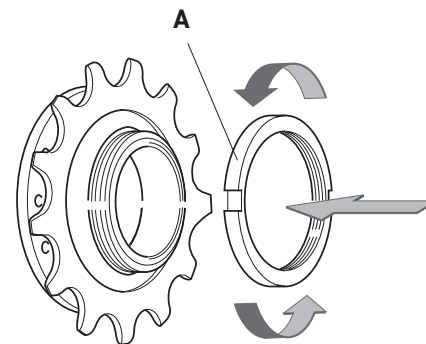

Fig.8
- Montate la ghiera (A - Fig. 8) sul corpo filettato del mozzo avvitandola in senso antiorario fino a fine corsa.